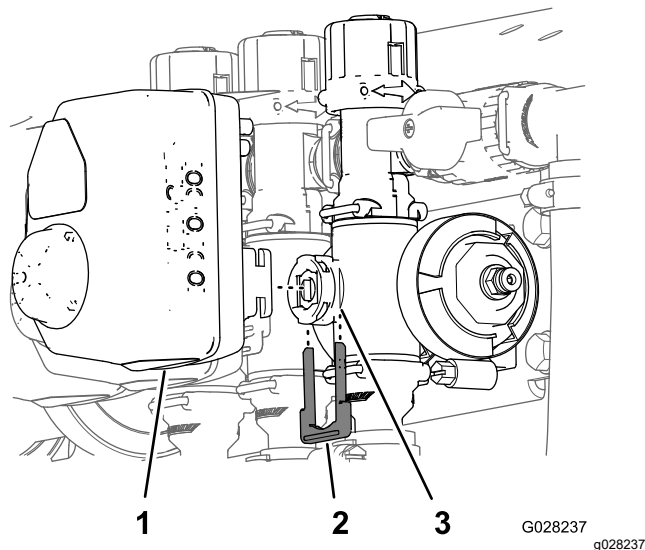

図 66
3. アクチュエータを散布量制御用、攪拌、マスターブーム、または個別ブームバルブ用のマニホルドバルブに固定しているリテーナを外す 図 66。